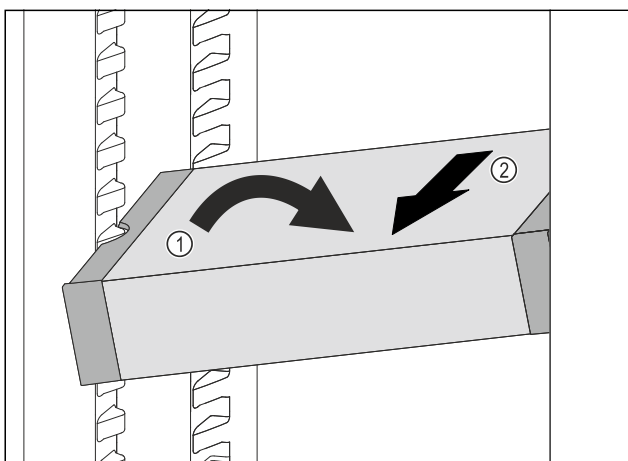

Fig. 136
- Impostare il vano frigorifero di VarioSafe ad angolo. Fig. 136 (1)
- Rimuovere VarioSafe tirando in avanti. Fig. 136 (2)